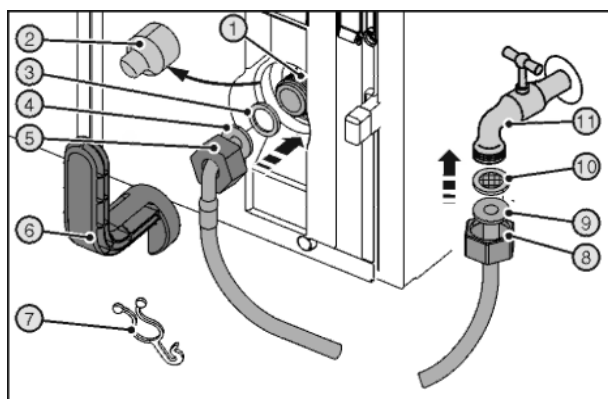

Fig. 27
- Retirer le raccord Fig. 27 (2).
- Pousser à fond l'écrou Fig. 27 (5) sur l'extrémité du tuyau coudé Fig. 27 (4) et serrer.
- Humidifier le joint Fig. 27 (3) et l'enfoncer dans l'écrou Fig. 27 (5) sur l'extrémité du tuyau coudé Fig. 27 (4).
- Le joint Fig. 27 (3) est à plat sur l'extrémité du tuyau coudé Fig. 27 (4) et est maintenu légèrement en place.
- Raccorder l'écrou Fig. 27 (5) avec le joint Fig. 27 (4) se trouvant à l'extrémité du tuyau coudé Fig. 27 (3) sur l'électrovanne Fig. 27 (1).
- Pousser à fond l'écrou Fig. 27 (8) sur l'extrémité droite du tuyau Fig. 27 (9) et le maintenir en place.
- Placer le filtre-collecteur Fig. 27 (10) dans l'écrou Fig. 27 (8).
- Le filtre-collecteur Fig. 27 (10) est à plat sur l'extrémité du tuyau droit Fig. 27 (9) et est maintenu légèrement en place.
- Raccorder l'écrou Fig. 27 (8) avec le filtre-collecteur Fig. 27 (9) se trouvant sur l'extrémité du tuyau droit Fig. 27 (10) au robinet d'arrêt.
- Serrer les raccords avec l'outil Fig. 27 (6) dans le sens des aiguilles d'une montre.
- Fixer l'outil Fig. 27 (6) avec une languette Fig. 27 (7) au tuyau en acier inox par mesure de précaution.